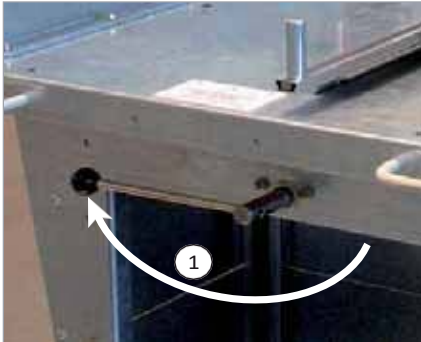

Fig. 4.8
- Tourner le levier à gauche (Fig. 4.8, 1). Le chariot de manutention est levé sur le devant.